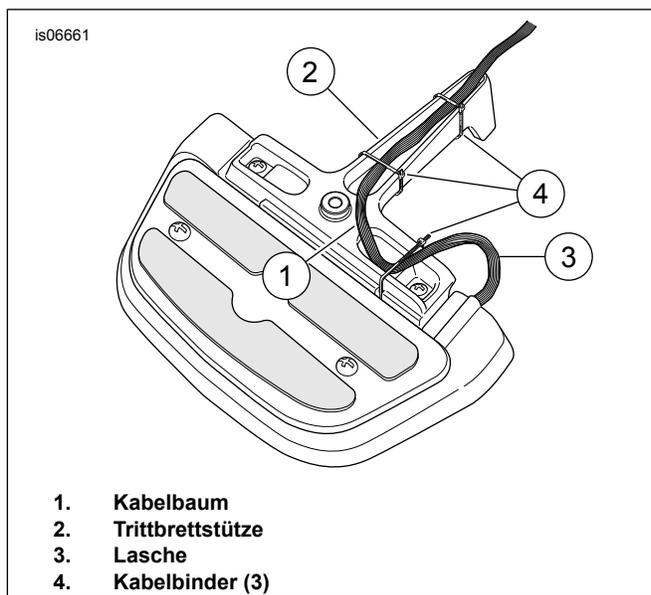

Abbildung 7. Kabelbaumverlegung - Touring-Modelle ab 1993
- b. **Touring-Modelle ab 1993:** Siehe Abbildung 7. Den Kabelbaum (1) entlang der Unterseite der Trittbrettstützen (2) verlegen. Dabei den Kabelbaum sooft wie möglich in den Aussparungen platzieren. Eine kleine Bewegungsschleife (3) im Kabelbaum lassen, damit beim Einklappen des Trittbretts kein Zug auf dem Kabel entsteht. Den Kabelbaum mit Kabelbindern (4) an der Trittbrettstütze befestigen.